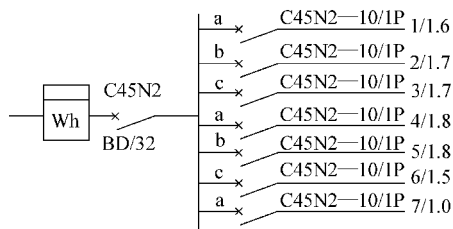

图 5-6 照明系统图
② 总开关及熔断器的规格型号，出线回路数量、用途、用电负载功率数及各条照明支路分相情况。
③ 用电参数配电系统图上，还应表示出该工程总的设备容量、需要系数、计算容量、计算电流、配电方式等，也可以采用绘制一个小表格的方式标出用电参数。
④ 电气系统图中各条配电回路上，应标出该电气系统图的总容量，其中也包括电风扇、插座和其他容量等。电路用单线条表示，如图 5-6 所示。